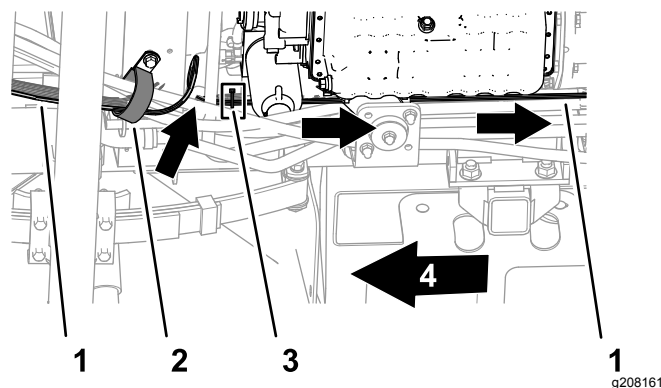

Figura 41
- Disponete le diramazioni e il cavo del cablaggio preassemblato verso l'alto e lungo il cablaggio preassemblato posteriore della macchina e tra il telaio della macchina e il motore (Figura 41).
- Fissate il cablaggio preassemblato del kit al cablaggio preassemblato posteriore della macchina con una fascetta per cavi, come illustrato nella Figura 41.